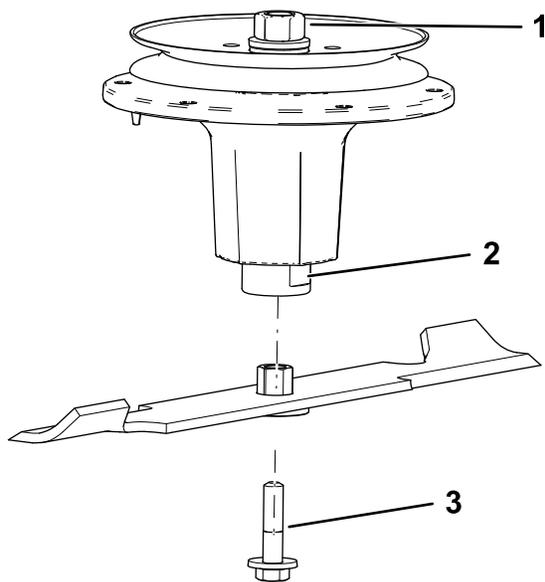

Рисунок 80
2. Вставьте узел втулки/ножа в вал шпинделя (Рисунок 80).